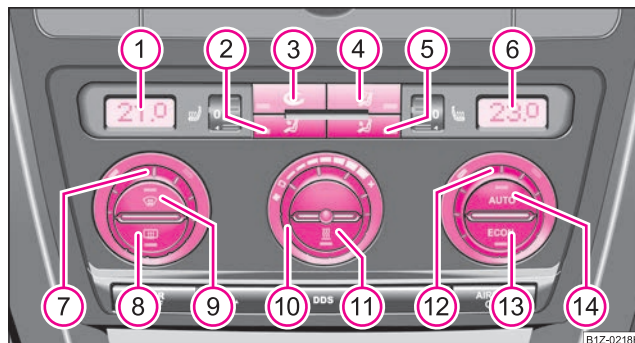

Fig. 125 Climatronic: Elementele de comandă
- Apăsați tasta **[AUTO]** ⇒ pagina 108, fig. 125.
Apăsați și mențineți apăsată tastele **[ECON]** și **[AUTO]** ⇒ pagina 108, fig. 125. Pe display se afișează datele în unitatea dorită de măsură a temperaturii.
- Apăsați tasta ⇒ pagina 108, fig. 125.
Când parbrizul s-a aburit, apăsați tasta  **9** ⇒ **pagina 108, fig. 125**. După ce parbrizul s-a dezaburit, apăsați tasta **AUTO**. ■
- Rotiți regulatorul **10** ⇒ **pagina 108, fig. 125** spre stânga (reducerea turației) sau spre dreapta (mărirea turației).